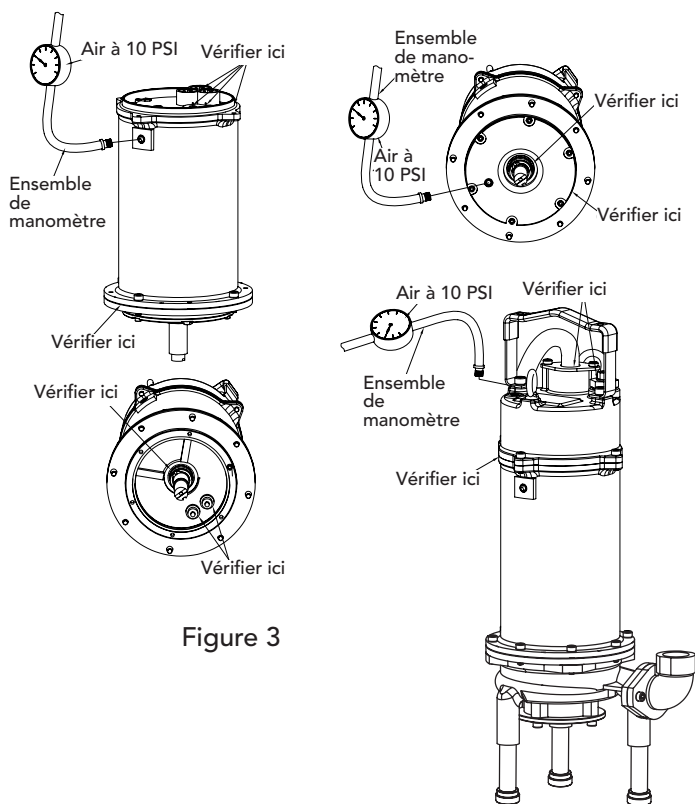

Figure 3
Voir la Figure 3. Ôter le bouchon de tuyau (30) du capuchon de cordon (45). Appliquez du mastic d'étanchéité sur les filets d'ensemble de manomètre et le serrer dans le trou. Mettre sous pression le carter supérieur de moteur à 10 PSI. Utilisez une solution savonneuse autour de la zone supposée étanche au-dessus du niveau d'huile et inspectez pour détecter des bulles d'air éventuelles entre le capuchon de cordon (45) et le carter de moteur (28). Vérifier aussi autour de l'écrou presse-étoupe et du câble d'alimentation. Si après cinq minutes la pression est restée constante et qu'il n'y a pas eu observation de bulles ou de suintement d'huile, libérez lentement la pression et enlever l'ensemble de manomètre. Si aucune fuite n'a été décelée, continuer avec le test du carter de moteur.
Si l'huile a été vidangée, remplir au niveau normal avant d'effectuer le test de pression (voir la Figure 3). Ôter le bouchon de tuyau (30) du carter de moteur (28).